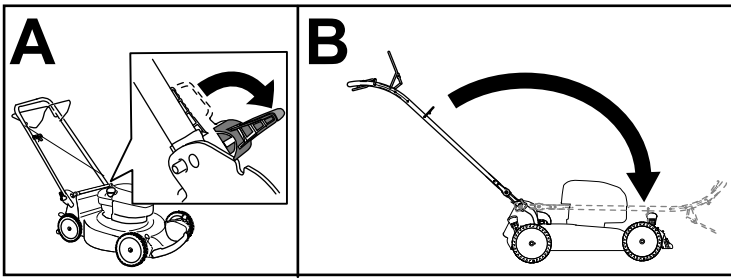

Figura 16
3. Pliegue el manillar hacia adelante, a la posición vertical o a la posición de plegado completo, según se indica en Figura 16.